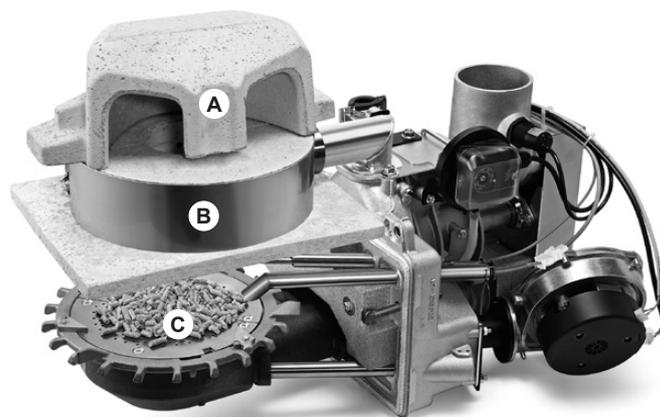

Fig. 10
4. Pulire l'anello di combustione secondaria (B, Fig. 10) incluse le bocchette d'aria e controllare la guarnizione del tubo dell'aria secondaria
5. Pulire il separatore di polveri (A, Fig. 10)